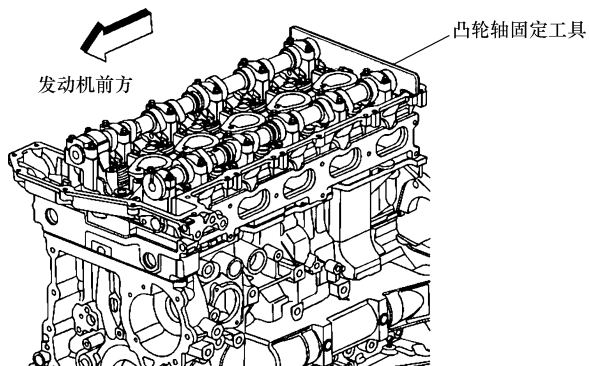

图 17-14 安装凸轮轴固定工具
7) 把凸轮轴固定工具安装到凸轮轴后端, 见图 17-14。